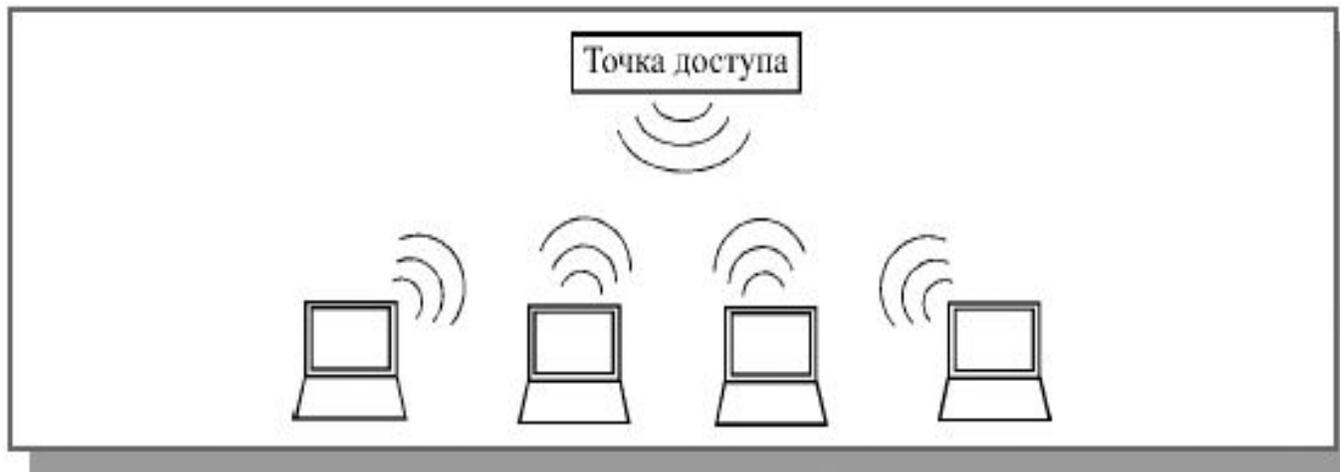

Рис. 2.7. Объединение компьютеров с помощью технологии Wi-Fi
- ▶ Популярная технология Wi-Fi (Wireless Fidelity) позволяет организовать связь между компьютерами числом от 2 до 15 с помощью концентратора (называемого точкой доступа, Access Point, AP), или нескольких концентраторов, если компьютеров от 10 до 50. Кроме того, эта технология дает возможность связать две локальные сети на расстоянии до 25 километров с помощью мощных беспроводных мостов. Для примера на рис. 2.7 показано объединение компьютеров с помощью одной точки доступа. Важно, что многие мобильные компьютеры (ноутбуки) уже имеют встроенный контроллер Wi-Fi, что существенно упрощает их подключение к беспроводной сети.